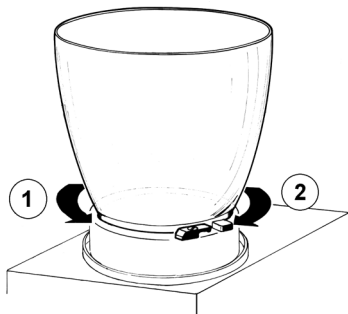

figura 2
- 4** Togliere il contenitore ruotandolo (1) in senso antiorario (vedere figura 2).
2 Rimontare la guarnizione di tenuta sul contenitore nella sua sede. Rimontare il contenitore ruotandolo in senso (2) orario. Per facilitare l'operazione bagnare con acqua la guarnizione (vedere figura 2).